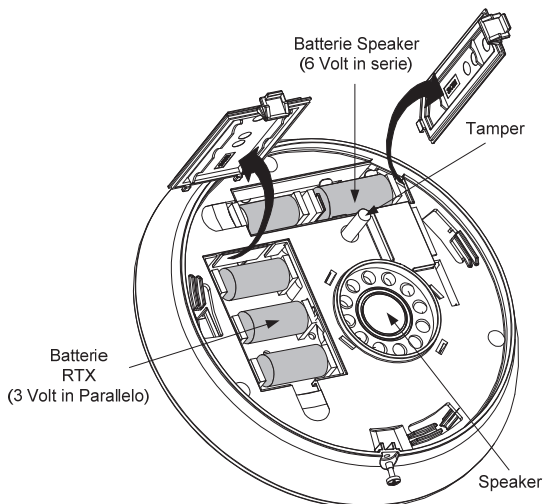

Fig. 3
5. Inserire le batterie fornite nell'apposito alloggiamento (speaker e modulo RTX) prestando attenzione alla polarità (Fig 3).
4. Inserire le 2 batterie dello speaker nell'apposito alloggiamento (Fig. 3).
5. Inserire le 3 batterie del modulo RTX nell'apposito alloggiamento (Fig. 3).